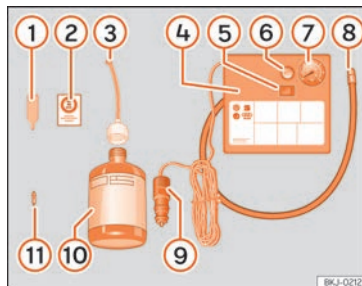

Fig. 31 Représentation standard : contenu du kit anti-crevaison.
Le kit anti-crevaison se trouve dans le coffre à bagages, sous le revêtement de plancher. Il inclut les composants suivants » **fig. 31** :
- Dévissez le capuchon et l'obus de la valve du pneu. Utilisez l'appareil » fig. 31 ① pour
- Agitez fortement la bouteille de produit de colmatage des pneus » fig. 31 ⑩.
- Vissez le tuyau de gonflage » fig. 31 ③ sur la bouteille de produit de colmatage. Le plombage du goulot de la bouteille est automatiquement percé.
- Retirez le bouchon du tuyau de remplissage » fig. 31 ③, puis vissez l'extrémité ouverte du tuyau sur la valve du pneu.
- Placez de nouveau l'obus de valve sur la valve du pneu avec l'outil » fig. 31 ①.
- Vissez le tuyau de gonflage du pneu du compresseur » fig. 31 ⑧ sur la valve du pneu.
- Vérifiez si la vis d'évacuation d'air est serrée » fig. 31 ⑥.
- Branchez le connecteur » fig. 31 ⑨ à une prise de courant de 12 volts du véhicule » page 149.
- Raccordez le compresseur d'air au commutateur ON/OFF » fig. 31 ⑤.
- Collez l'autocollant » fig. 31 ② sur le combiné d'instruments, dans le champ de vision du conducteur.
Revissez le tuyau de gonflage » fig. 31 ⑤ et vérifiez la pression du manomètre ⑥.